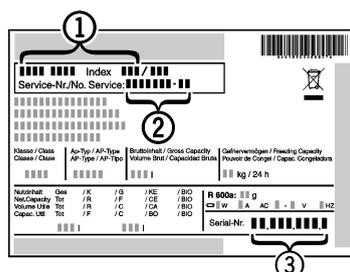

Fig. 14
Denominación del aparato Fig. 14 (1), nº del servicio técnico Fig. 14 (2) y nº de serie Fig. 14 (3) en la placa de identificación. La placa de identificación se encuentra en la parte interior izquierda del aparato.
Informe al servicio postventa e indique el fallo, la denominación del aparato Fig. 14 (1), el nº del servicio técnico Fig. 14 (2) y el nº de serie Fig. 14 (3).